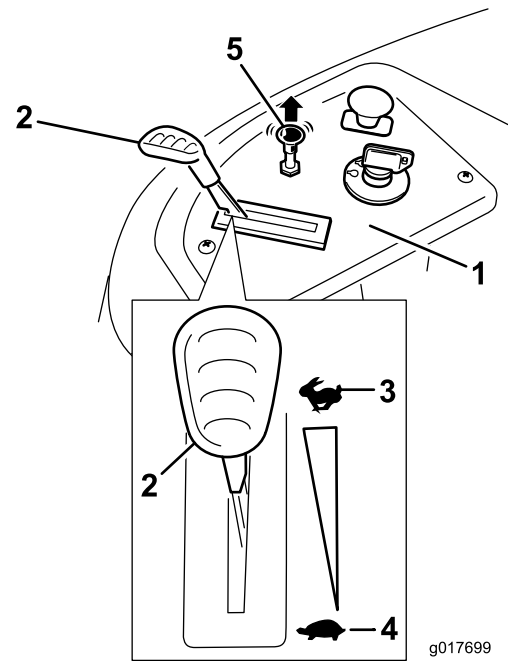

Figure 13
- Tirez la commande de starter pour démarrer un moteur à froid (Figure 13).
2. Placez la manette d'accélérateur à la position haut régime (Figure 13).